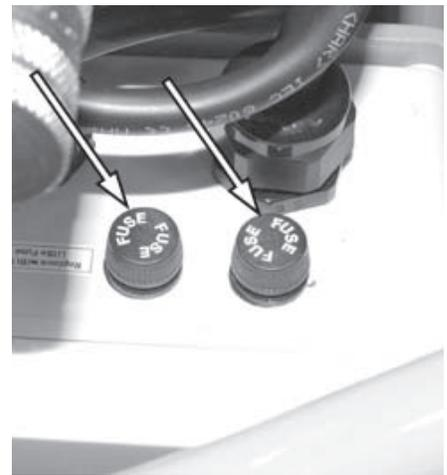

Abbildung 31.
2. Siehe Abbildung 31. Sicherungshalter entfernen.